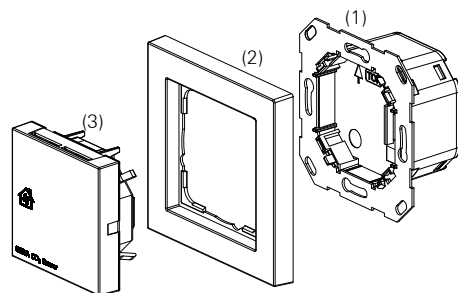

Fig. 1: Piezas del dispositivo
Las flechas y el texto "TOP" señalan hacia arriba, véase fig. 1, mecanismo empotrado (1).